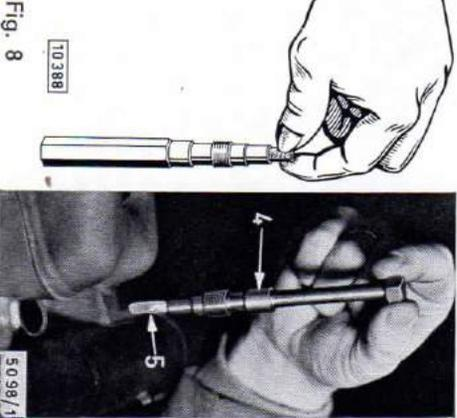

Fig. 8
3. Dévissez le porte-papier (4) — Figure 8 — de son filetage sur la culasse, engagez l'extrémité non imprégnée (molle) du papier auto-allumant (5) dans le porte-papier et revissez ce dernier. Le papier auto-allumant est bien fixé dans le porte-papier si l'on peut soulever ce dernier en le prenant par le bout du papier. Ne pas jeter de papier auto-allumant dans la chambre de combustion, ceci provoquerait le blocage du moteur.